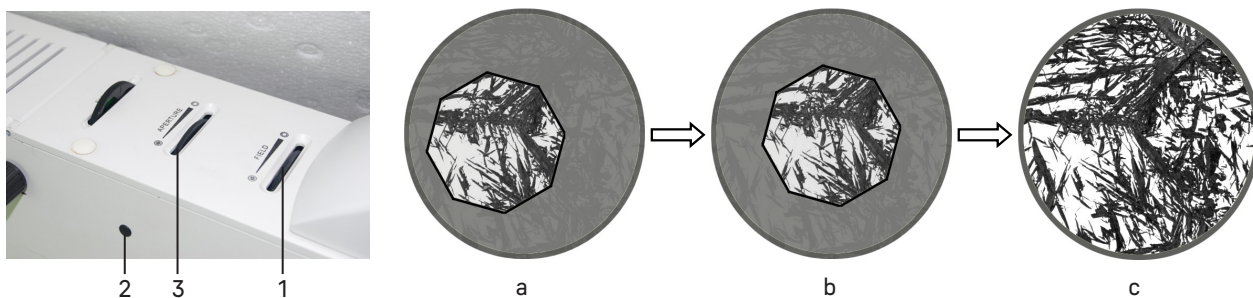

Рис. 11. Настройка освещения по Кёлеру
2. Откройте апертурную диафрагму **3** и закройте полевую диафрагму **1**, в поле зрения появится светлое пятно, как показано на рис. 11.
3. Если светлое пятно отклоняется от центра поля зрения, как показано на рис. 11а, отрегулируйте центрирующий винт **2** с помощью двух ключей-шестигранников, чтобы центр полевой диафрагмы совпал с центром поля зрения, как показано на рис. 11б.
4. Откройте полевую диафрагму, чтобы изображение наблюдаемого образца заполнило поле зрения, как показано на рис. 11с.